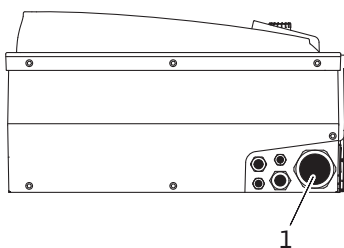

Fig. 25 : Passe-câbles à vis M25/M40
- Le câble d'alimentation électrique doit être inséré dans le passe-câbles à vis M25/M40 (fig. 25, pos. 1).